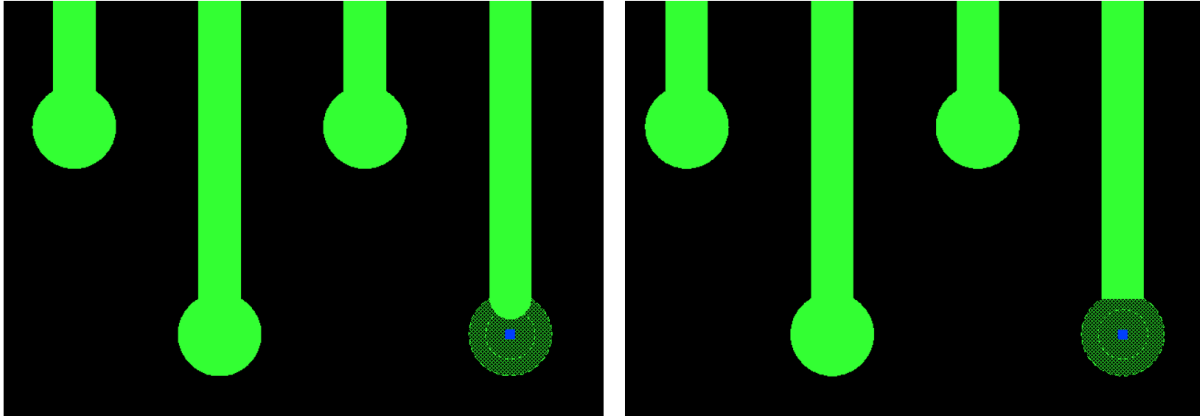

Рис. 23 Пример отображения конца трека
- В чек-боксе «Скругление концов треков и дуг» установите флаг, если необходимо обеспечить скругление концов треков и дуг для экспортированных данных, см. Рис. 23.